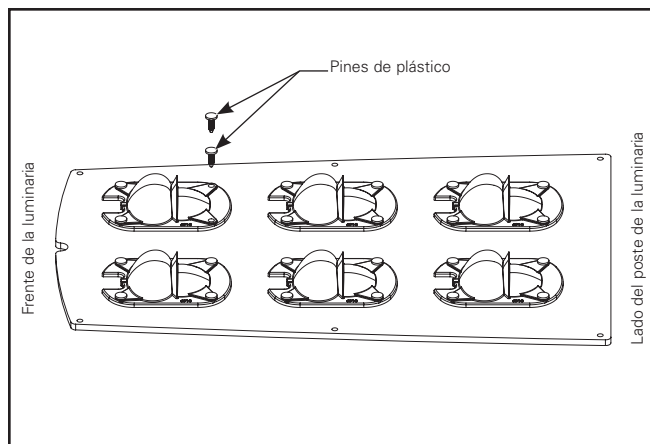

Figura 9.
- Retire con cuidado los pines de presión plásticos en las ópticas como se muestra en (Figura 9).